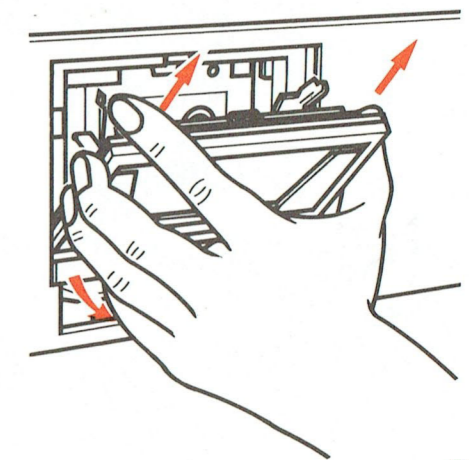

Fig. 17
- De retirer par traction la façade du volet porte-cassettes (voir figure 17).